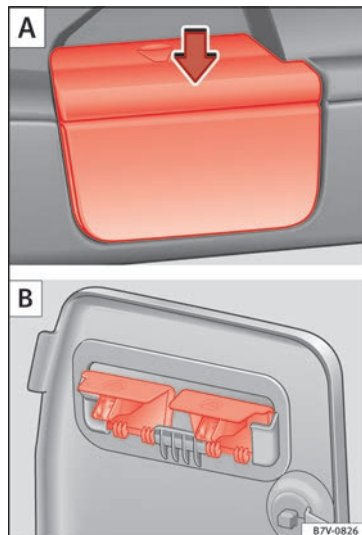

Fig. 165 Retire los soportes de la bandeja A y guárdela de forma segura B.
- Retire la bandeja del soporte de los revestimientos laterales » fig. 165 A. Para ello, presione la bandeja hacia arriba (flecha) y extráigala.
- Abra el compartimento en el revestimiento lateral izquierdo posterior del maletero » pág. 175 y enganche la bandeja en la parte trasera de la tapa del compartimento » fig. 165 B.